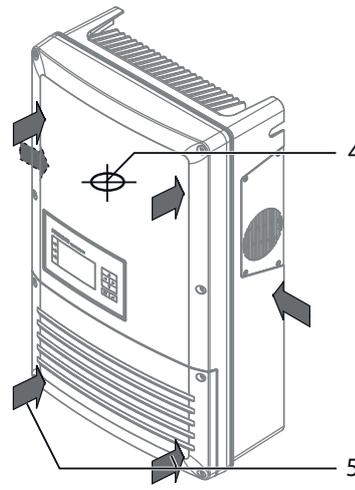

Bild 9: Wechselrichter anheben
5. Wechselrichter an den vorgesehenen Positionen anheben (Siehe Bild 9).